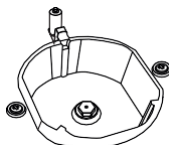
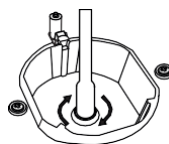

Figura 3
Figura 4
2. Deve retirar o bico (figura 3) do queimador com chave de bicos especial e instalar o novo bico. (figura 4)